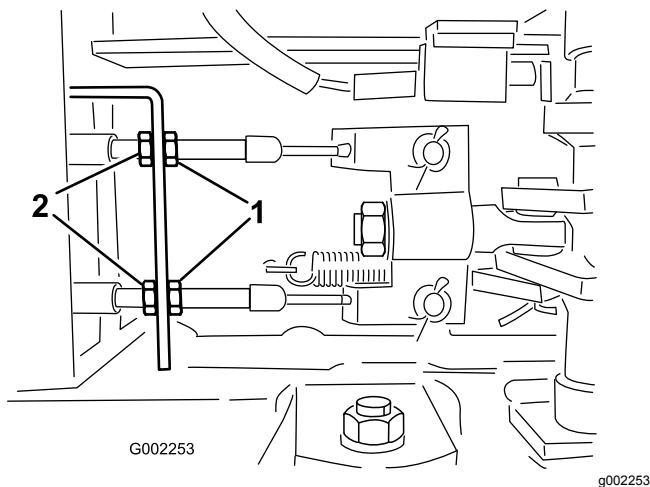

Figura 87
5. Afloje las tuercas delanteras de los cables de freno, debajo del extremo delantero del fumigador (Figura 87).
6. Apriete las tuercas traseras en la misma cantidad hasta que el pedal de freno recorra entre 1 a 2 cm antes de que se note resistencia (Figura 87).